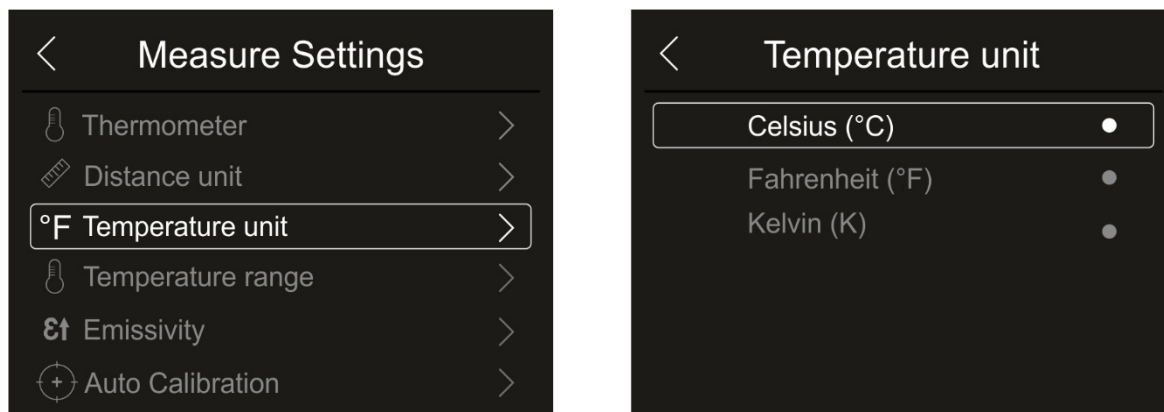

Fig. 26: Menu de configuração da unidade de medição de temperatura
1. Clique em “Temperature unit” para definir a unidade de medição de temperatura. Fig. 26 - o lado direito é exibido: